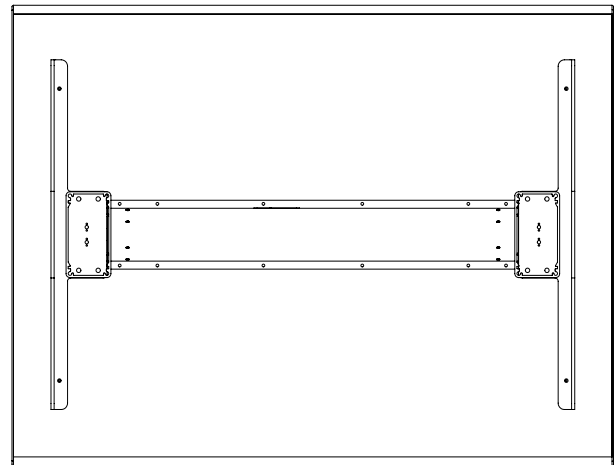

Figure 4: WorkTable, 30-42" D Work Surface
- 2b. Center the WorkTable base (Figure 4) front and back, left and right, over the predrilled holes of work surface.
- 2b. Centrez la base de la table de travail (Figure 4) à l'avant et à l'arrière, à gauche et à droite, sur les trous pré percés de la surface de travail.